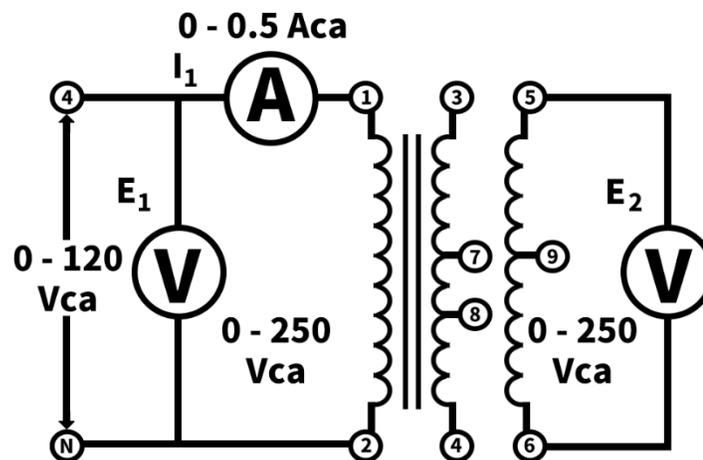

Figura 1-1
- a) Conecte el circuito que se ilustra en la Figura 1-1.